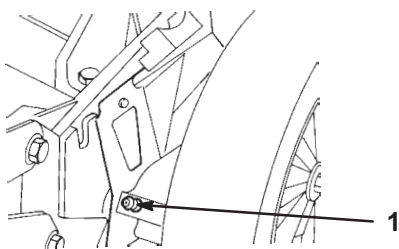

Figure 22
5. Essuyez les graisseurs à l'aide d'un chiffon propre (Fig. 22).